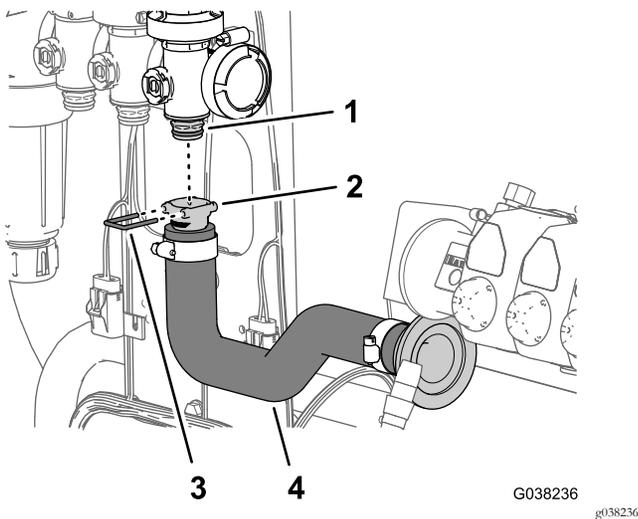

Bild 54
3. Befestigen Sie das Schnellkupplungsanschlusstück des Durchflussmessgerätschlauchs am Schnellkupplungsanschlusstück des Hauptprühventils (Bild 54).